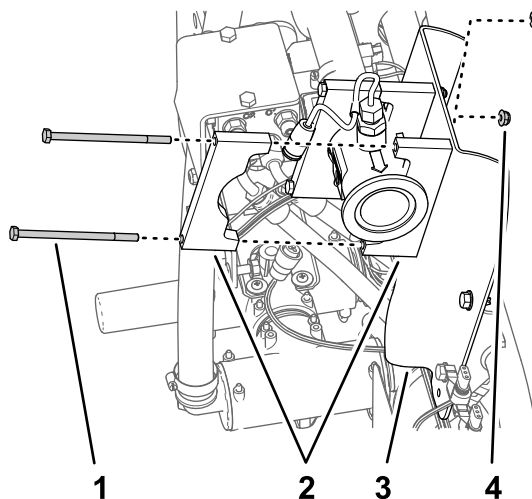

Figura 75
3. Alinhe as duas metades de grampo dos suportes entre o fluxímetro e o suporte do fluxímetro e alinhe os furos nas metades dos grampos com os furos no suporte (Figura 75).
4. Alinhe uma metade do grampo do suporte no lado traseiro do fluxímetro com uma das metades do grampo que montou no passo 3 (Figura 75).
5. Monte o par de metades do grampo no suporte do fluxímetro (Figura 75) com dois parafusos (1/4 pol. x 4 1/2 pol.) e duas porcas de bloqueio flangeadas (1/4 pol.).